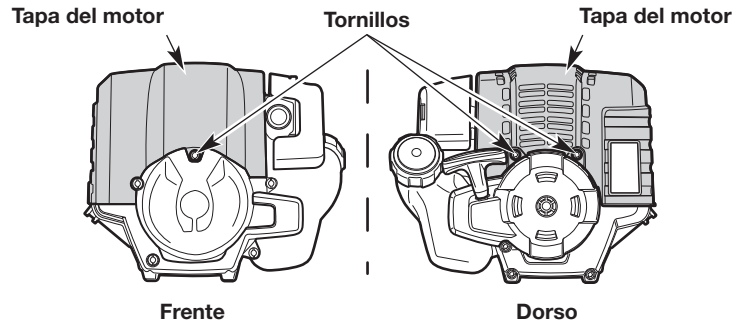

Fig. 40
2. Extraiga los tres (3) tornillos de la tapa del motor con un destornillador de cabeza plana o un destornillador T-25 Torx (Fig. 40). Extraiga la tapa del motor.